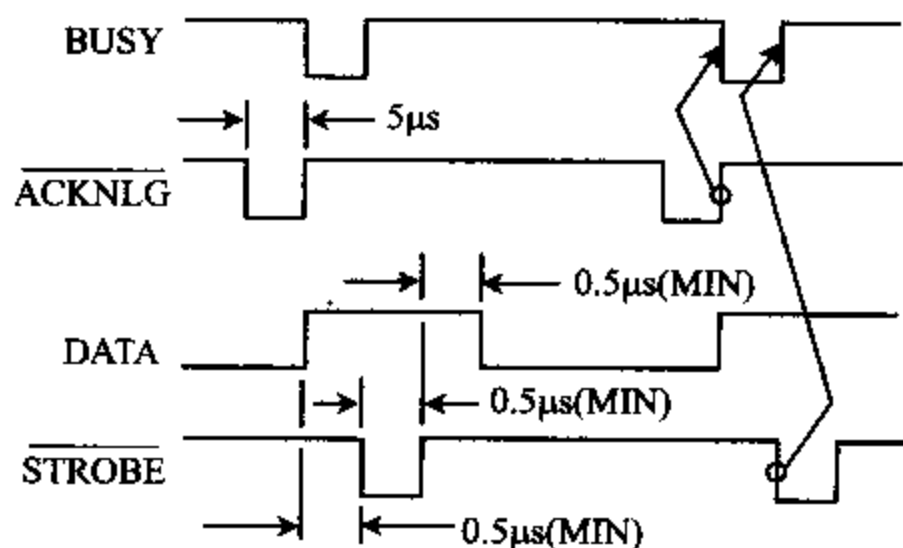

图 9-17 打印机传送字符时序图
- (1) 数据信号 DATA 1~DATA 8 为计算机送来的可打印字符或打印控制码的 ASCII 码。
- (2) 打印机接收到的控制信号,包括 $\overline{\text{STROBE}}$ 、 $\overline{\text{SLCT IN}}$ 、 $\overline{\text{AUTO FEED XT}}$ 、 $\overline{\text{INIT}}$, 这是计算机送往打印机的信号,用于控制打印机的动作。
- (3) 从打印机输出的状态信号,如 $\overline{\text{ACKNLG}}$ 、BUSY 等,用来说明打印机的工作状态。
- 图 9-17 给出了打印机传送字符时的波形图,具体工作过程如下: